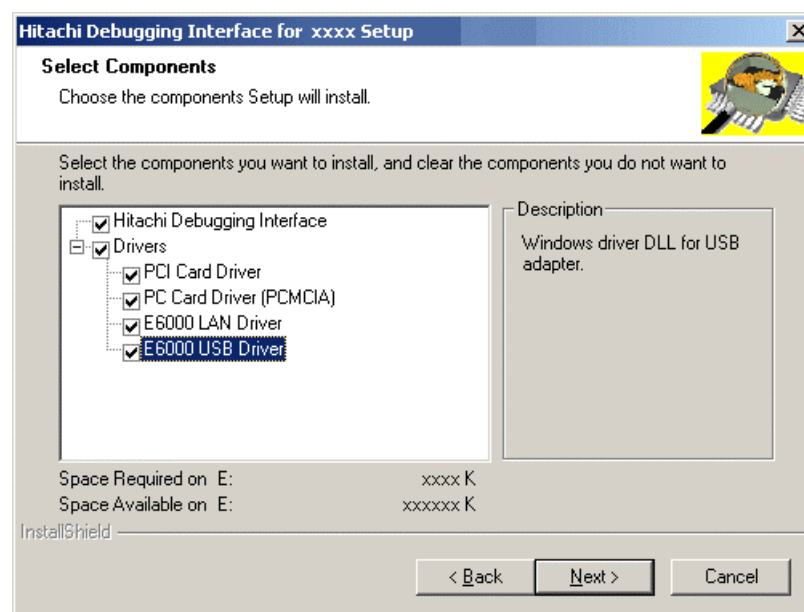

図 7 “コンポーネントの選択”ダイアログボックス
1. 図 7 は E6000 用 HDI のインストール画面です。